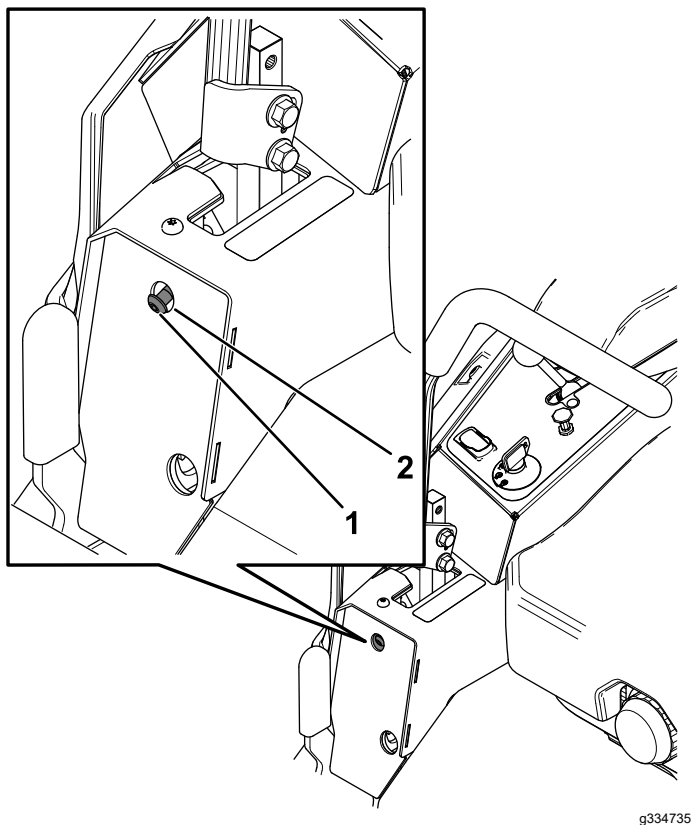

Bild 57
6. Wenn die Maschine nach rechts zieht, stecken Sie einen Sechskantschraubenschlüssel durch das Zugangsloch in der Abdeckungsplatte vorne links und drehen Sie die Spurweitschraube nach rechts oder nach links, um das Spiel des Hebels einzustellen (Bild 57).
7. Wenn die Maschine nach links zieht, stecken Sie einen Sechskantschraubenschlüssel durch das Zugangsloch in der Abdeckungsplatte vorne rechts und drehen Sie die Spurweitschraube nach rechts oder nach links, um das Spiel des Hebels einzustellen (Bild 57).